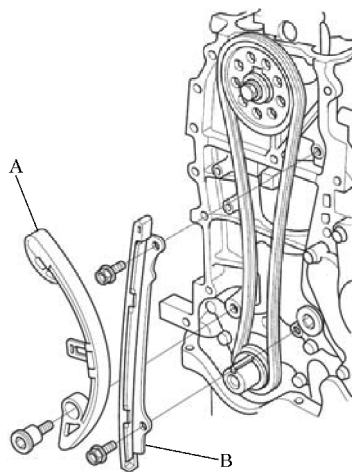

图 11-22 拆下链条导板
17) 拆下凸轮链条张紧器 A 和凸轮链条导板 B，如图 11-22 所示。